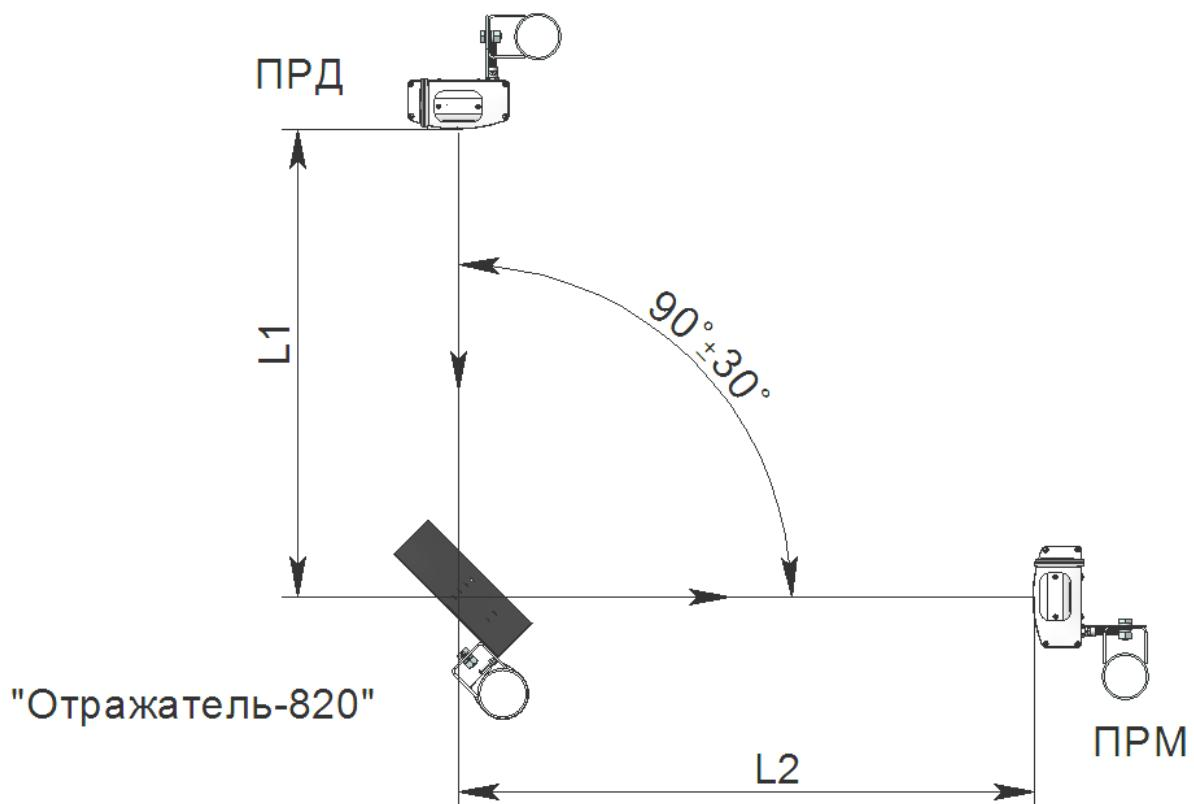

Рисунок 3.1
3.2 При работе с «Отражателем-820» суммарная длина зоны обнаружения L_1+L_2 (где L_1 – расстояние между передатчиком и отражателем, L_2 – расстояние между отражателем и ПРМ, см. рисунок 3.1) не должна превышать 70 м.